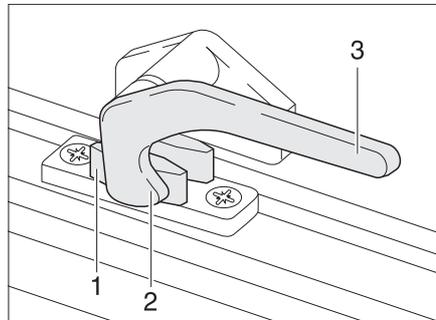

Bild 35 Verriegelungshebel in Stellung "geschlossen"
- Den Verriegelungshebel (Bild 35,3) eine viertel Umdrehung zur Fenstermitte hin drehen.
- Den Verriegelungshebel (Bild 35,3) eine viertel Umdrehung zum Fensterrahmen hin drehen. Die Verriegelungsnase (Bild 35,2) liegt auf der Innenseite der Fensterverriegelung (Bild 35,1).
- in Stellung "fest verschlossen" (Bild 35)